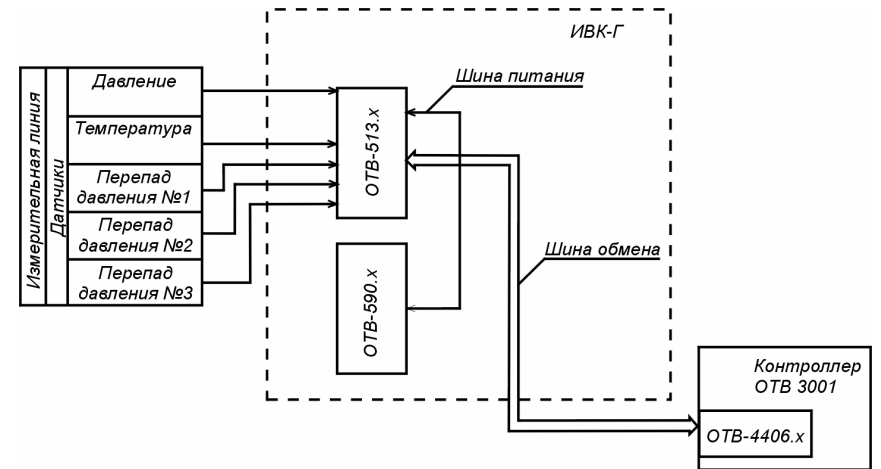

Рис.18
**5.5.3 ИВК-Г** – измерительно-вычислительный комплекс на базе модулей серии ОТВ для автоматизированного учета газа представляет собой вторичную аппаратуру для коммерческих узлов учета газа (в том числе влажного газа) (рис. 18).